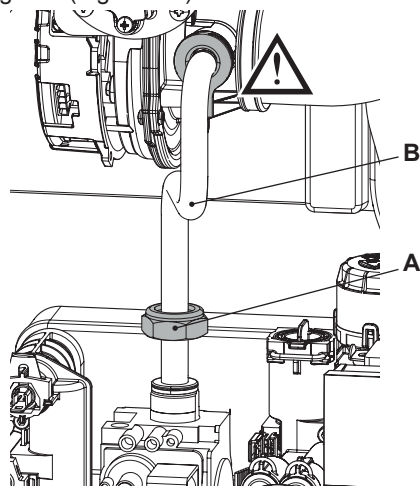

Figura 8.1
- Svitare il girello **A** ed estrarre il tubo del gas **B** (Figura 8.1).
- Attenzione per rimontare eseguire le operazioni effettuate in senso inverso, stando attenti a non rovinare la guarnizione del tubo gas quando si inserisce il tubo nel mixer aria/gas ed eseguire la prova di tenuta gas dopo aver stretto il girello del tubo gas (Figura 8.1).